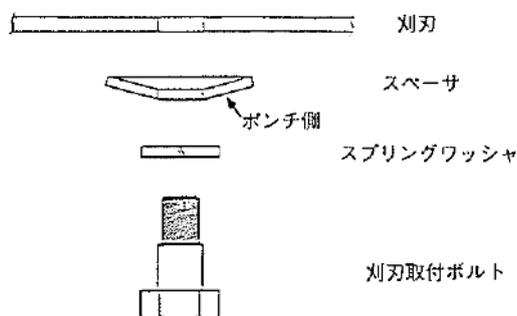

図66 刈刃の取付け
- (6) 刈刃を取付けるときは図66の順番で取付け、スペーサのマーク(ポンチ穴)は刈刃の反対側にくるようにしてください。